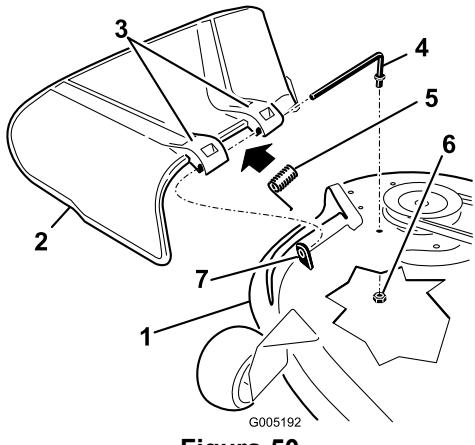

Figura 50
1. Individuate le parti illustrate nella Figura 50.
2. Togliete il dado (9,5 mm) dall'asta sottostante il tosaerba (Figura 50).